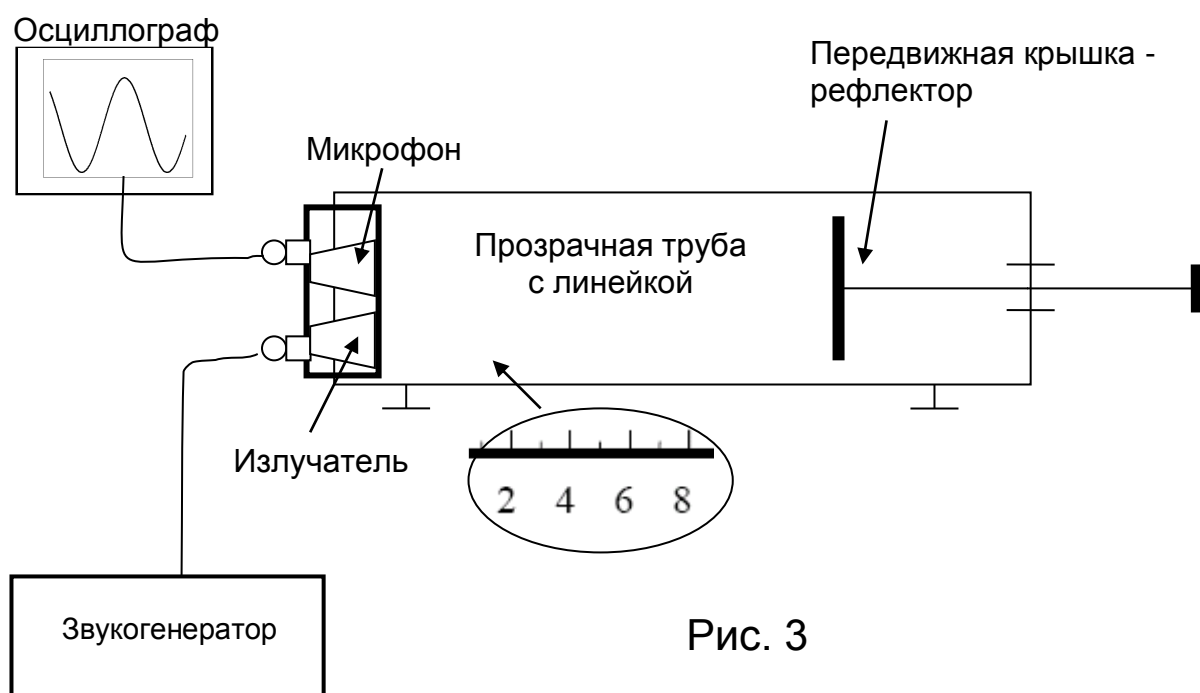

Рис. 3
Экспериментальная установка. На рис.3 показана схема экспериментальной установки. Звуковые волны в трубе с твердыми крышками возбуждаются акустической головкой - пьезоэлектрическим излучателем. На излучатель от звукогенератора подается синусоидальное электрическое напряжение, стабилизированное по частоте и амплитуде, которое вследствие обратного пьезоэффекта преобразуется в деформацию излучающей поверхности. Диапазон рабочих частот излучающей головки – 1500-3000 Гц. На том же торце трубы установлена приемная акустическая головка (микрофон). В этом месте при резонансе возникает пучность давления (см. формулу (11)). Давление вызывает деформации приемной поверхности микрофона, которые вследствие прямого пьезоэффекта преобразуются в электрическое напряжение. Сигнал с приемной головки подается на пластины Y осциллографа.